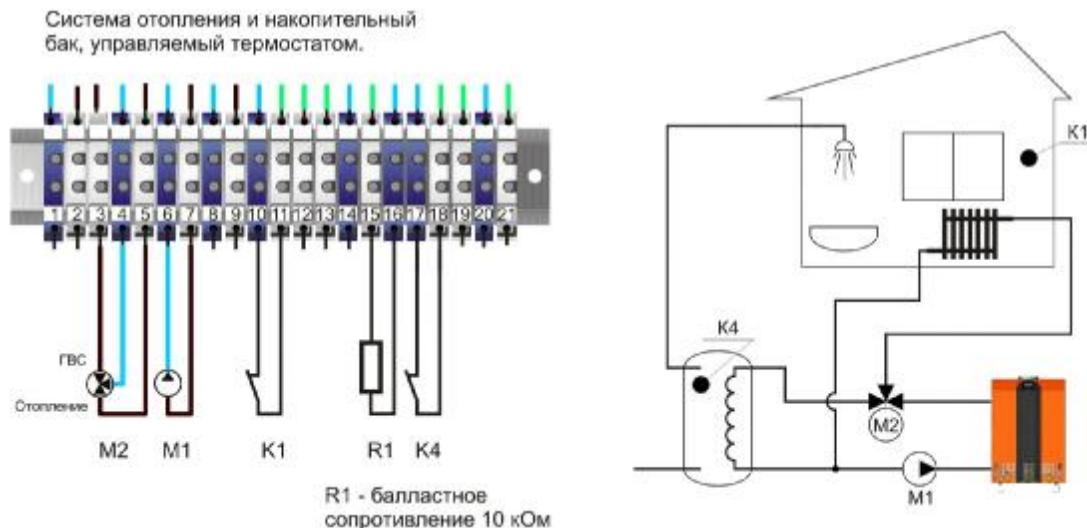

Рис. 8. Схема подключения бойлера косвенного нагрева
- произвести подключение 3х ходового клапана бойлера косвенного нагрева к контактам M2, как указано на схеме рис. 8